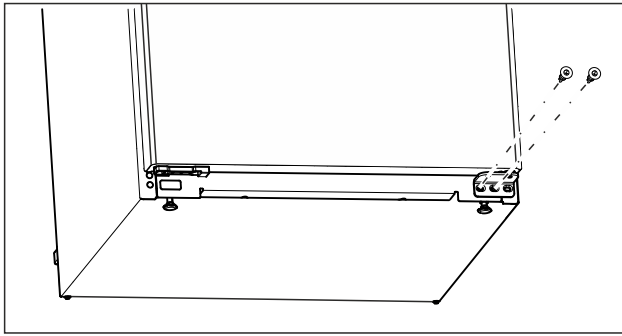

Fig. 7
- ▶ Svitare la vite centrale sul blocco inferiore di supporto con un cacciavite Torx 20. (vedere Fig. 7)
- ▶ Svitare la vite interna sul blocco inferiore di supporto con un cacciavite Torx 20. (vedere Fig. 7)